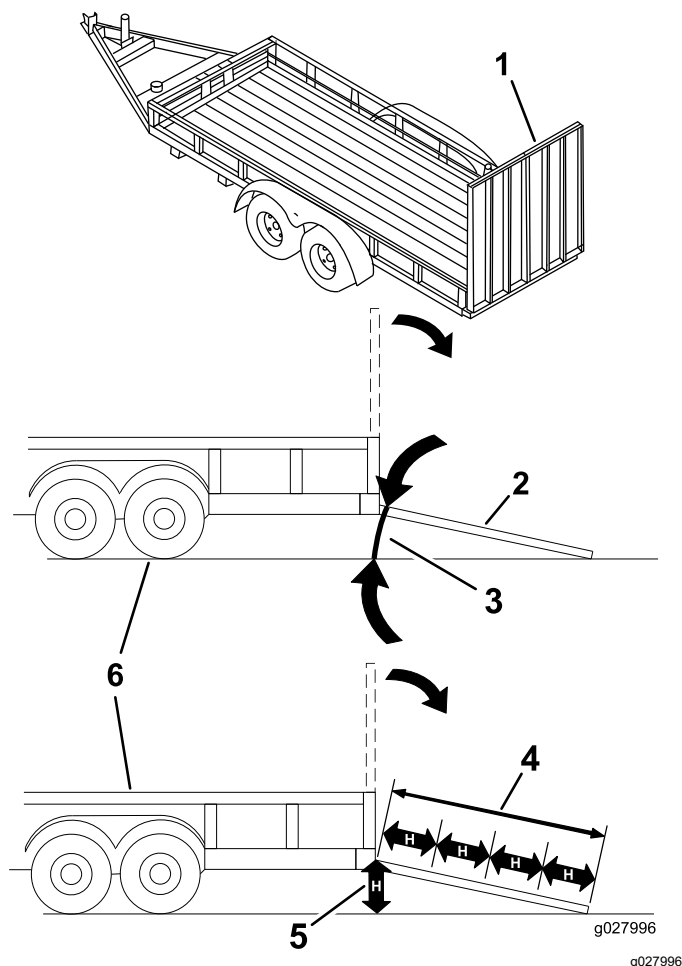

Figure 36
Le chargement de la machine sur une remorque ou un camion augmente le risque de basculement, et donc de blessures graves ou mortelles (Figure 36).
3. Abaissez la rampe pour que l'angle avec le sol ne dépasse pas 15 degrés (Figure 36).
1. Abaissez la rampe pour que l'angle avec le sol ne dépasse pas 15 degrés (Figure 36).